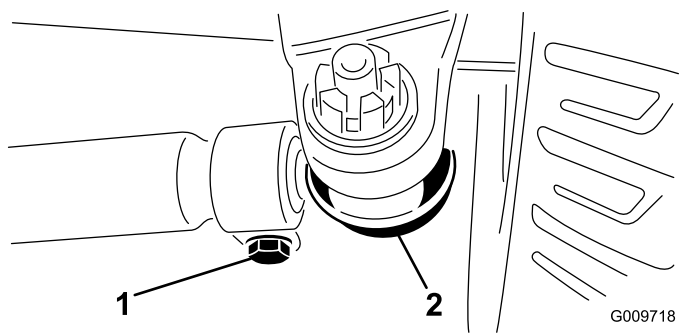

Figura 114
3. Para ajustar la convergencia, retire la claveta y la tuerca de cualquiera de las rótulas de la biela (Figura 114).
5. Afloje las abrazaderas en ambos extremos de las bielas (Figura 114).
6. Gire la rótula retirada una (1) vuelta completa hacia dentro o hacia fuera.